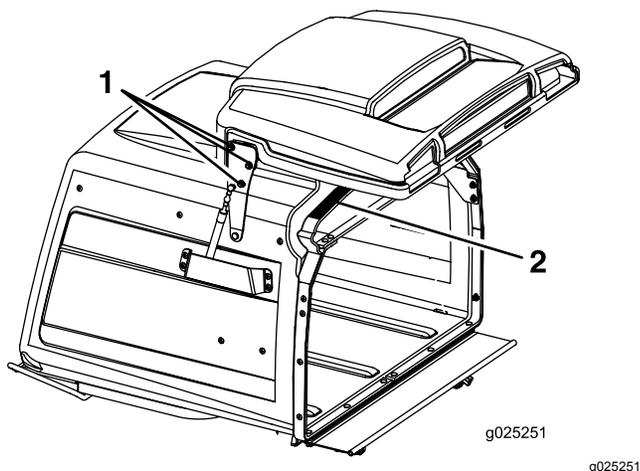

Figura 69
3. Allentate i 6 dadi della cerniera del portello (Figura 69).
4. Aprite la porta e posizionate una fascia in gomma di 9,5 mm o un flessibile di diametro 9,5 mm tra la tramoggia e il relativo sportello (Figura 69).